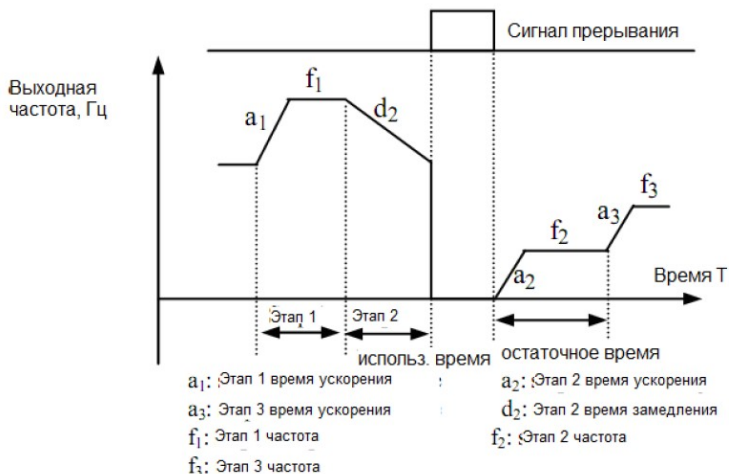

Рис. 6-23 Режим 1 пуска ПЛК
**1:** продолжение работы с частоты шагов момента прерывания. Когда останов во время работы вызван командой останова или неисправностью, инвертор автоматически запишет использованное время текущего этапа и автоматически введет этот этап после перезапуска, продолжит работу в течение оставшегося времени в соответствии с определенной частотой этого этапа, как показано на Рис. 6-23. Инвертор будет повторно работать с первого этапа после перезапуска, если питание было выключено.